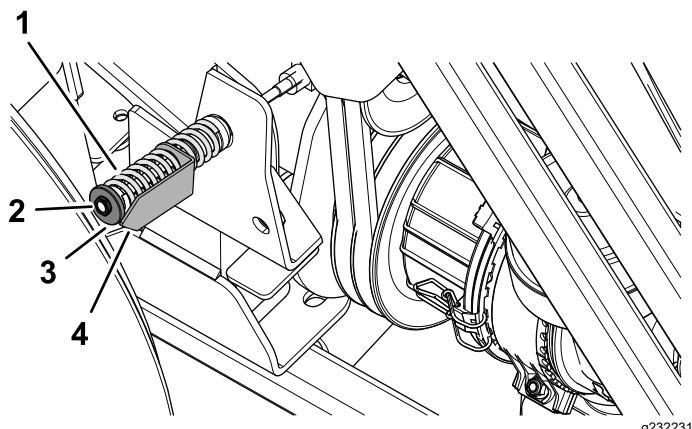

Figura 89
5. Se for necessário, rode a porca do tensor da polia intermédia até que a seta do indicador de tensão alinhe com a superfície exterior da anilha (Figura 89).
8. Desaperte a porca do tensor da polia intermédia; consulte Figura 89 em Verificação da tensão da correia da tomada de força \(página 65\).